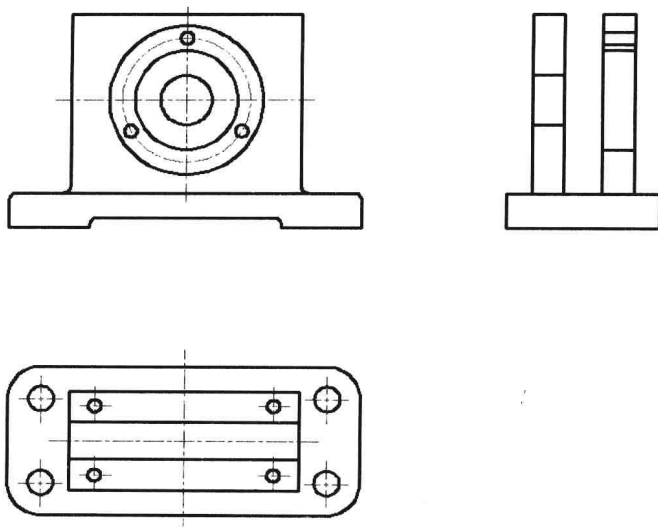

图 11-1-17
(18) 单击“修剪”按钮，修剪后形成图形，如图 11-1-17 所示。
(19) 单击“直线”按钮，绘制对称点划线。
(20) 在“修改”面板中，单击“倒角”按钮，输入“d”，按 Enter 键。